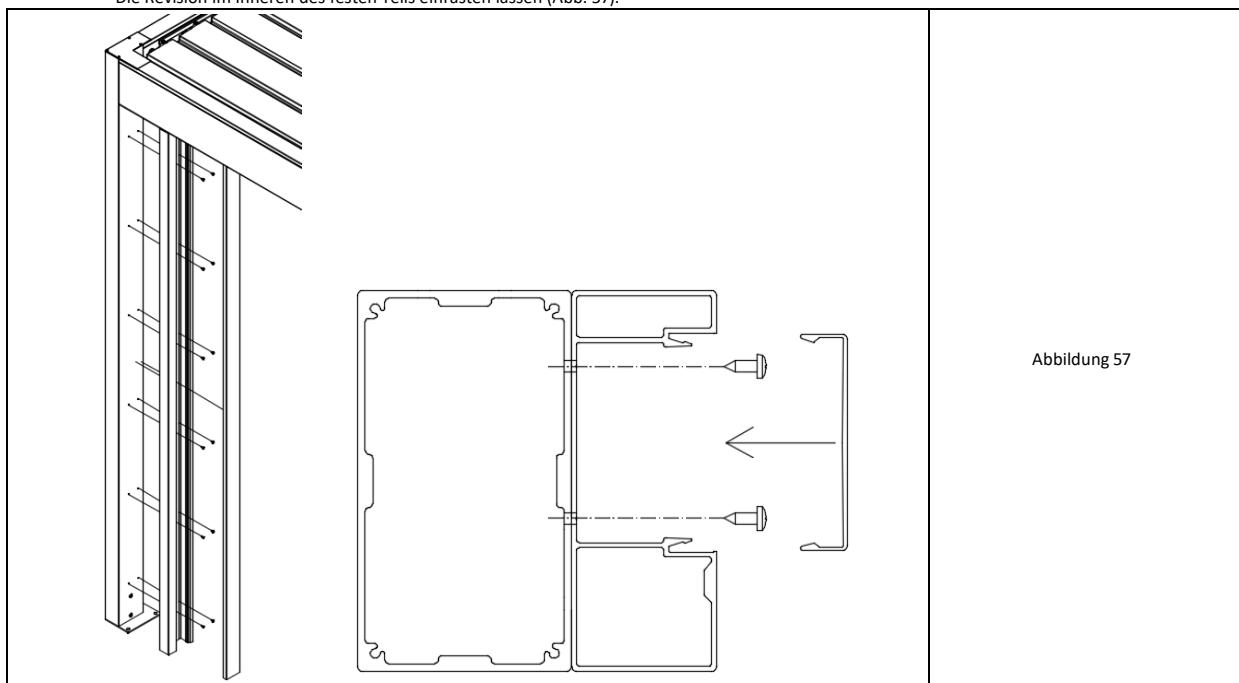

Abbildung 57
- Fügen Sie eine Verlängerung an der breiteren Seite des Pergola-Pfostens innerhalb des Lichts zwischen den Pfosten des festen Teils hinzu und bohren Sie gemäß dem vorhandenen Lochmuster (Bohrer Ø 4,2) – Achtung: Die kleinere der beiden Kammern der Verlängerung sollte zur Innenseite der Pergola zeigen (Abb. 57).
- Die Revision im Inneren des festen Teils einrasten lassen (Abb. 57).